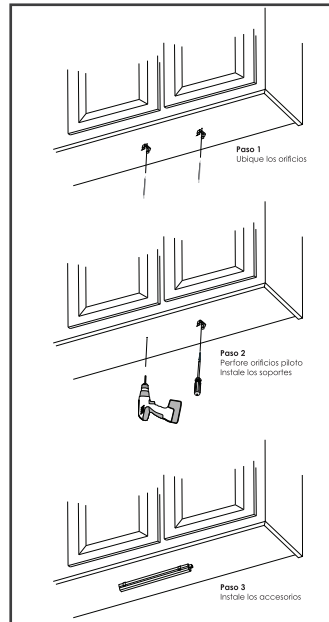

Figura 2
Ubicación del accesorio (Figura 2)
Paso 1: Ubique los orificios de montaje: Coloque los soportes en la superficie de montaje y marque con un lápiz las posiciones para los tornillos. Vea la Figura 2. Haga lo mismo para la instalación de múltiples accesorios.